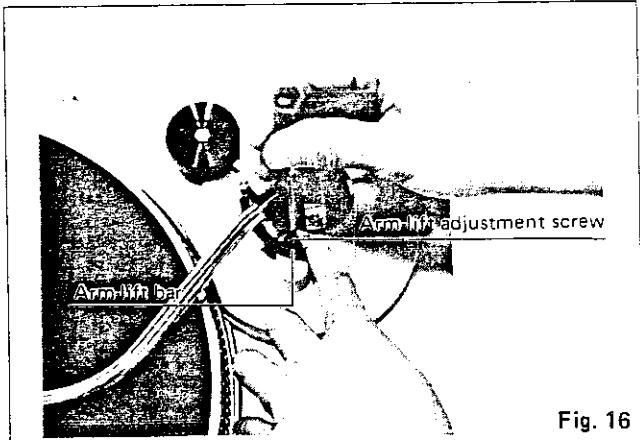

Fig. 16
3. Drehen Sie die Justierschraube im Uhrzeigersinn, während Sie die Tonarmliftführung nach unten drücken. (Vgl. Abb. 16.)
3. Tourner la vis de réglage dans le sens des aiguilles d'une montre ou dans le sens inverse, tout en abaissant l'élévateur du bras. (Voir Fig. 16.)